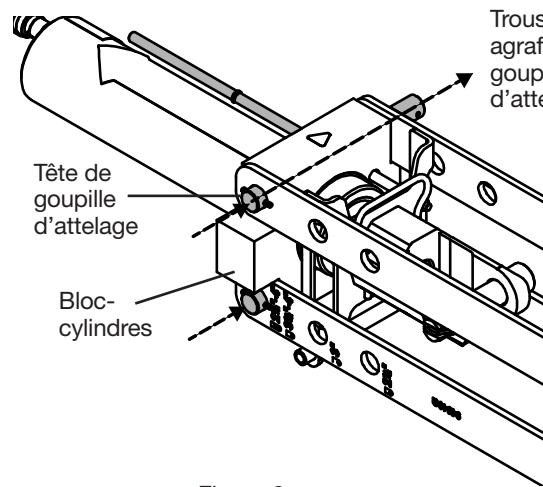

Figure 6
- Insérer l'attelage du bloc-cylindres du côté où le bloc-cylindres dépasse les fourches de connexion (Fig. 6).